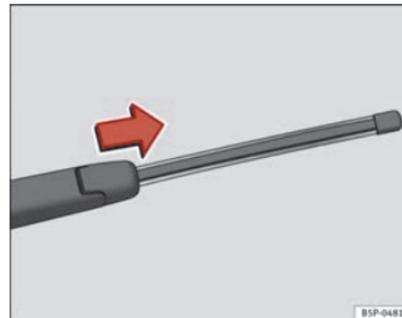

Fig. 172 Extraer la escobilla del limpiaventana
- Separe el brazo del limpiaventana de la luneta ⇒ fig. 172
- Deslice el adaptador de la escobilla en la dirección de la flecha y retire la escobilla ⇒ fig. 172.